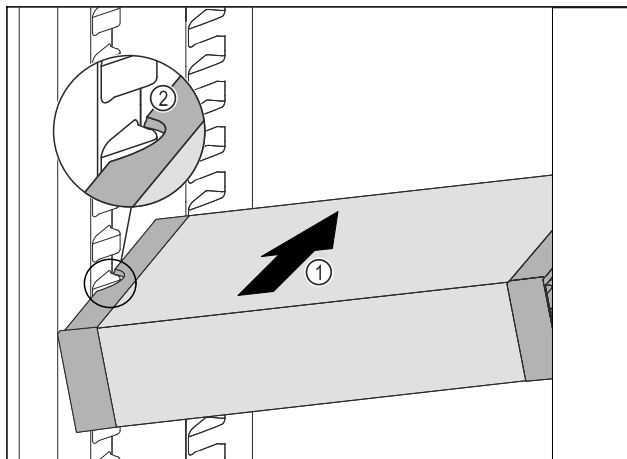

Fig. 56
- ▶ Predal VarioSafe potiskajte poševno v hladilnik Fig. 56 (1), dokler stranska izreza Fig. 56 (2) predala VarioSafe nista na višini nastavka za posodo v hladilniku.